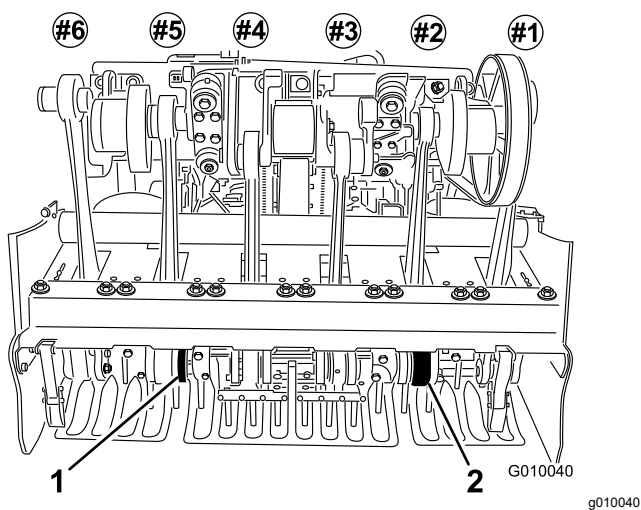

Figura 25
6. Montai dinii în suportii pentru dini nr. 2 și nr. 5 (Figura 25). Strângeți uruburile.